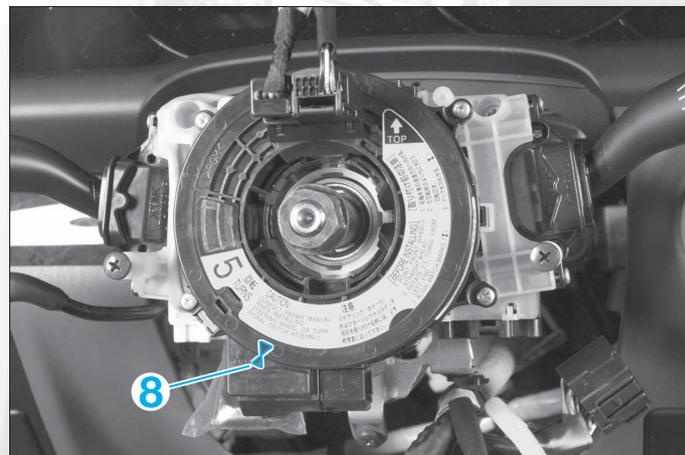

FIG. 6
• Tourner ensuite le contacteur d'environ 2,5 tours dans le sens horaire. Terminer la rotation en alignant les repères (8) (fig. 6).